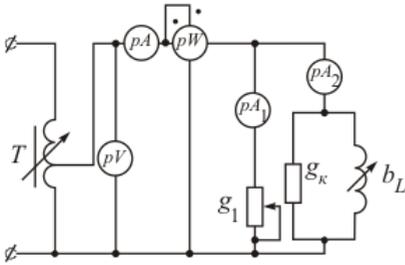

Рис. 4.3.
1. Для цепи, схема которой показана на рис. 4.3, качественно постройте:
1. Соберите электрическую цепь по схеме рис. 4.3. При неизменном напряжении на входе цепи исследуйте зависимости токов и активной мощности от величины g_1 . Результаты опытов занесите в табл. 4.1.